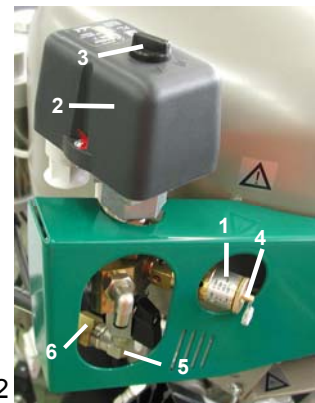

Bild.12
(Bild.12)
Falls der Kompressor längere Zeit nicht genutzt wird, ist es empfehlenswert, das Kondensat aus dem Druckbehälter abzulassen und den Kompressor dann für 10 Minuten mit geöffnetem Kondensatablassventil (1) (Bild.13) in Betrieb nehmen. Danach den Kompressor mittels des Schalters (3) auf dem Druckschalter (2) (Bild.12) ausschalten, das Ventil für den Kondensatablass schließen und das Gerät vom Stromnetz trennen.